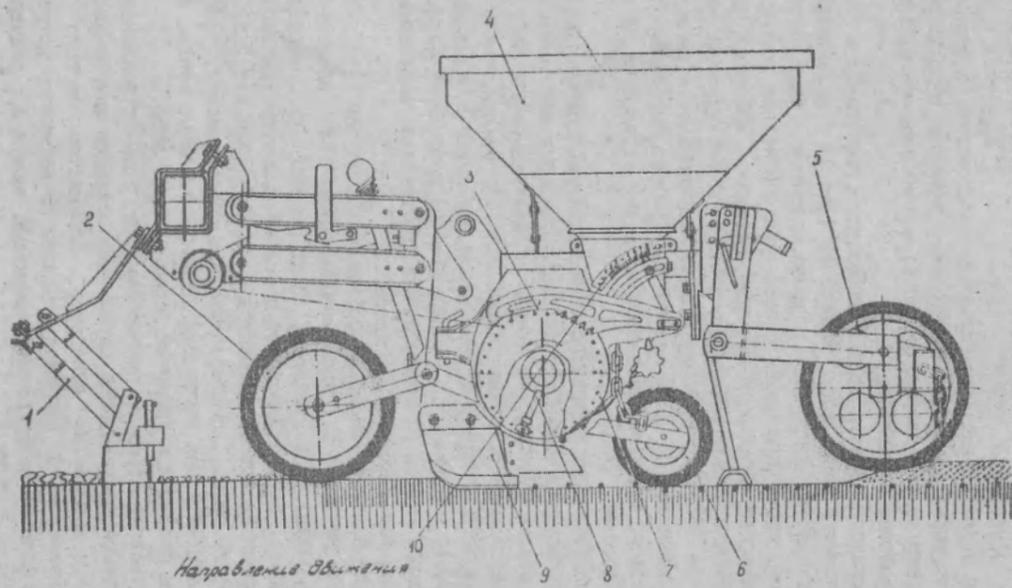

Рис.4. Технологическая схема работы седелки
2.4 Технологическая схема работы сеялки представлена на рис.4. Принцип работы сеялки заключается в следующем: